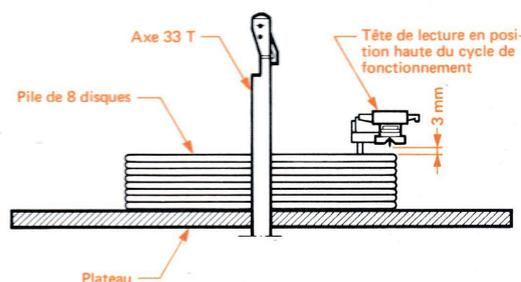

Fig. 4
- 2° - Amener le bras presse-disques (7) au-dessus du bras de lecture.
- 3° - Pousser la manette de fonctions (19) sur « AUTO ».
- 5° - Dès le début du cycle de fonctionnement ramener la manette de fonctions (19) sur la position « DEPART ».
- 7° - La distance entre la pointe de lecture et le dernier disque tombé doit être de 3mm (Fig. 4).